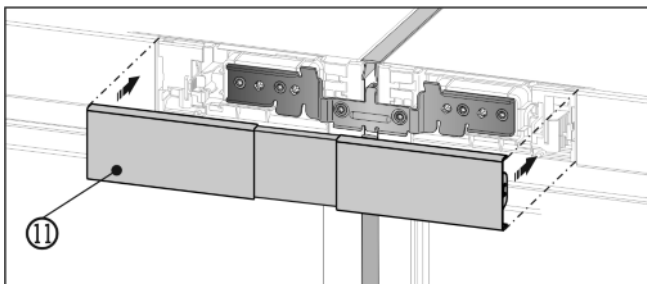

Fig. 15
- Clipser le cache Fig. 15 (11) supérieur sur l'interstice encore ouvert des deux panneaux du bandeau de commande. Veiller à ce que les parties externes du cache se ferment en affleurant les panneaux du bandeau de commande.